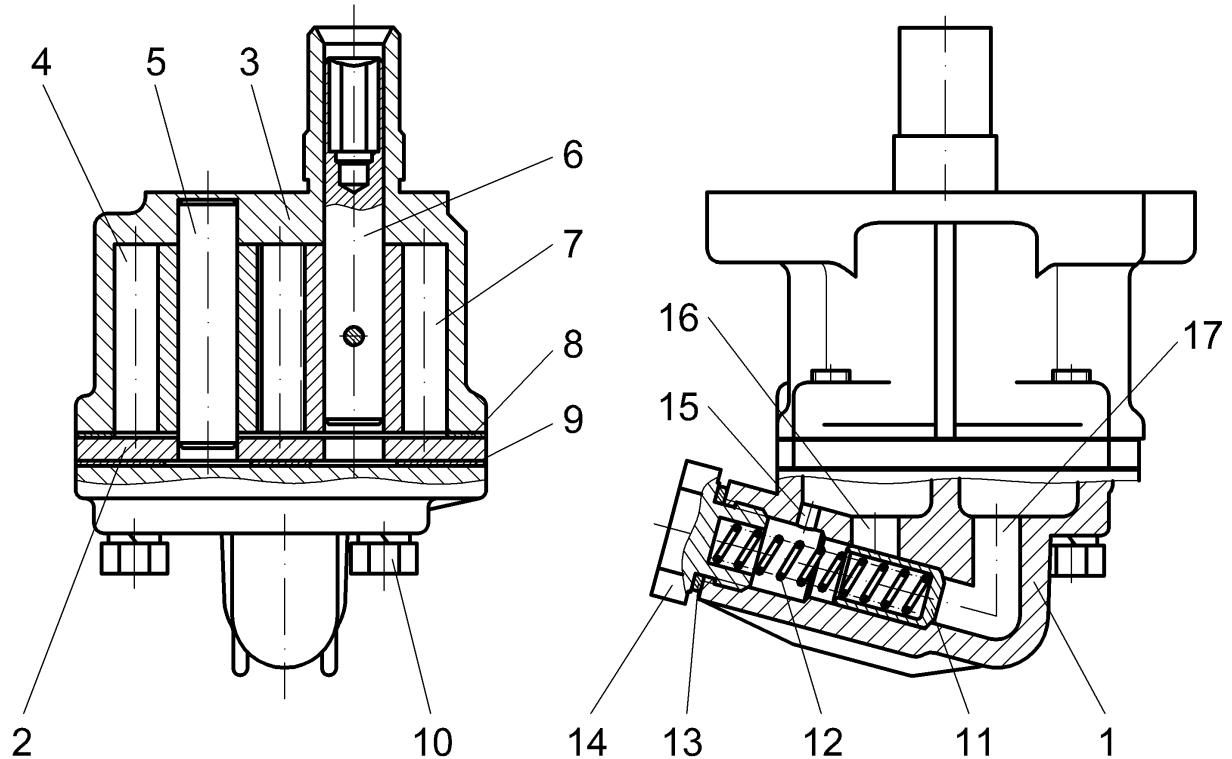

Рис.19. Масляный насос:
**Масляный насос** (рис.19) шестеренчатый, односекционный. Насос приводится от распределительного вала через шестерню с валом и шестиугольный валик, входящий в отверстие валика 6 масляного насоса, на котором закреплена штифтами ведущая шестерня 7. Ведущая шестерня находится в зацеплении с ведомой шестерней 4, вращающейся на оси 5, запрессованной в корпус 3 масляного насоса.